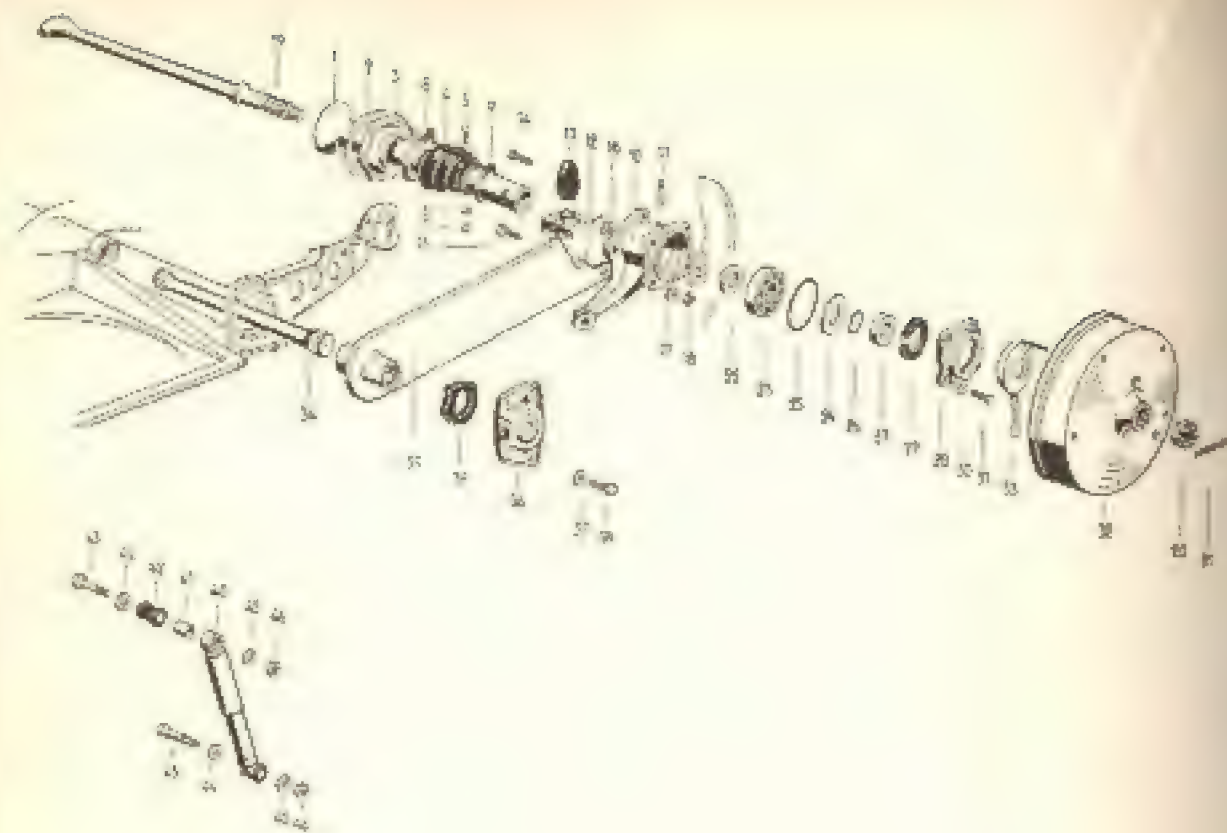

Fig. 1-M — Suspensão traseira do sedan e do Karmann Ghia
A suspensão é do tipo de barras de torção, uma para cada roda, do tipo tubular, fixas por ranhuras a estrutura central do chassi e as placas da suspensão, como se vê detalhadamente na fig. 1-M que mostra a suspensão desmontada por completo. A placa (35) suporta em uma extremidade a carcaça do rolamento da roda (10, fig. 1-M) e na outra fixa-se a barra de torção (34). Nos utilitários, que possuem uma caixa de redução nas rodas traseiras, a placa da suspensão ("facão") se prende a carcaça da caixa de redução.
3 — Com uma talhadeira (bedame) marcar a posição do braço da suspensão em relação ao flange de apoio da semi-árvore (10 fig. 1-M).
6 — Retirar os parafusos da tampa do mancal do braço da suspensão (4), fig. 1-M) e retirar a tampa (38, 39).